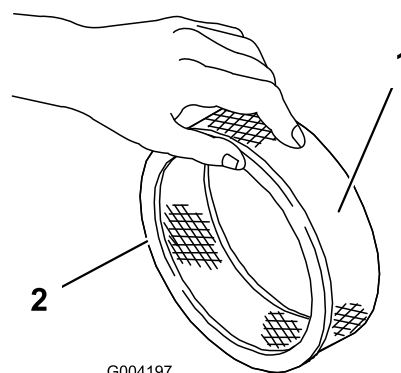

Figure 42
- Vérifiez que l'élément en papier n'est pas déchiré ou couvert d'une pellicule grasse, et que le joint de caoutchouc n'est pas endommagé (Figure 42).
- Glissez délicatement le préfiltre en mousse sur l'élément en papier (Figure 42).